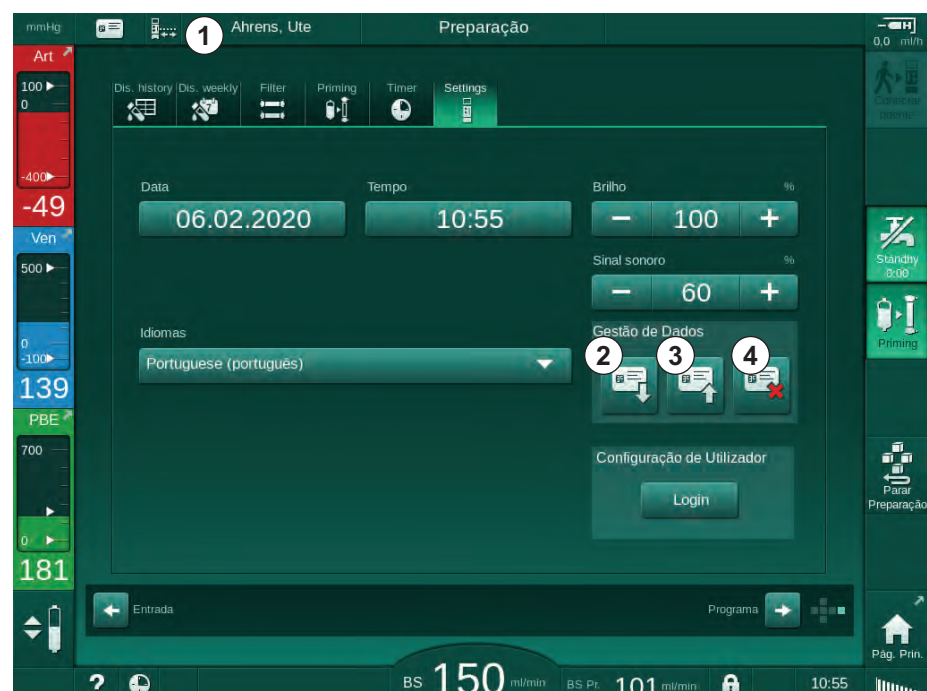

Fig. 11-3 Gestão de Dados no ecrã *Configuração*
1. Toque no ícone ③ em Fig. 11-3 e confirme para guardar os dados após a alteração.
1. Toque no ícone ④ em Fig. 11-3 para apagar os dados do cartão do doente.